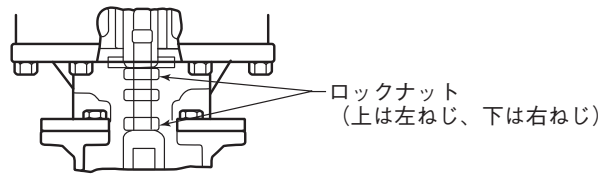
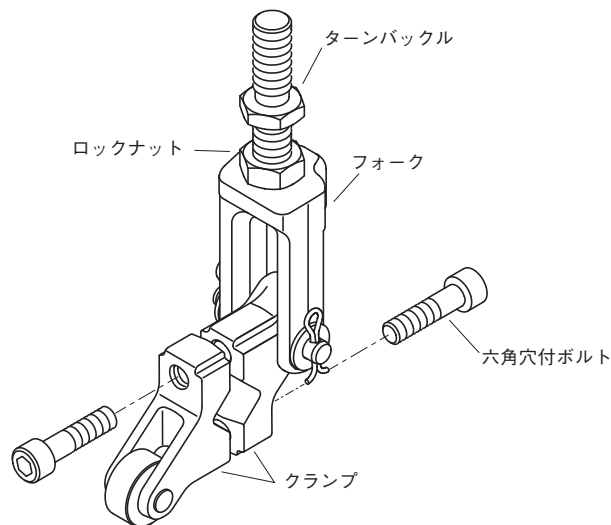
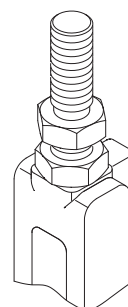

図4-2
図4-4
図 4-13
- 【2】 ターンバックルのロックナットを緩めて*ねじ戻します。(図4-2、図4-4 参照)
◎逆作動弁のときは、ターンバックルを左回し(図4-2の位置から見て)
- 【4】 フォークとバルブシステムを連結しているクランプの六角穴付ボルトを外して分解します。(図4-4参照)
- 【4】 クランプをバルブシステムに固定する場合はその前にターンバックルとフォークロックナットの間隔が約18 mmになるようにしてください。(図4-4、図4-13 参照)